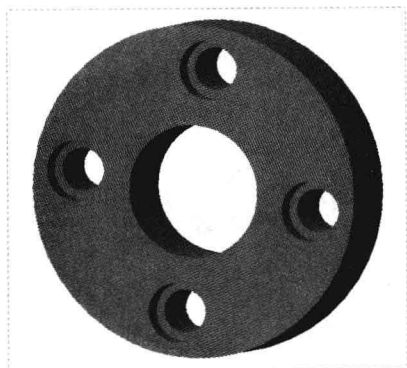

图 7-40 创建参考阵列
Step 03 单击“应用并保存在工具中所做的所有更改，然后关闭工具操控板”按钮, 即可创建参考阵列，如图 7-40 所示。